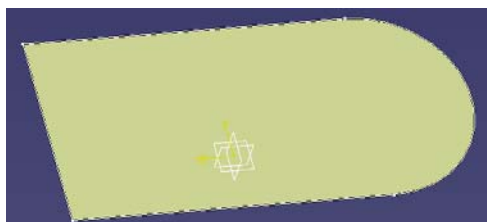

图 9-4
(1) 用 xy plane → Sketcher → Profile → Exit 画如下图后, 点击 ; 再进入 xy plane 画一个圆后退出, 点击  (见图 9-4, 9-5);